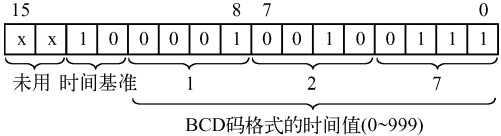

图 2-17 SIMATIC 定时器字
2) S5Time 是 16 位的 BCD 格式的时间, 用于 SIMATIC 定时器。S5Time 由 3 位 BCD 码时间值 (0~999) 和时间基准组成 (见图 2-17)。持续时间以指定的时间基准为单位。
定时器字的第 12 位和第 13 位是时间基准, 未用的最高两位为 0。时间基准代码为二进制数 00、01、10 和 11 时, 对应的时间基准分别为 10ms、100ms、1s 和 10s。持续时间等于 BCD 时间值乘以时间基准值。例如定时器字为 W#16#2127 时 (见图 2-17), 时间基准为 1s, 持续时间为 $127 \times 1 = 127s$ 。CPU 自动选择时间基准, 选择的原理是根据预设时间值选择最小的时间基准。允许的最大时间值为 9990s (2H_46M_30S)。S5T#1H_12M_18S 中的 H 表示小时, M 为分钟, S 为秒, MS 为毫秒。